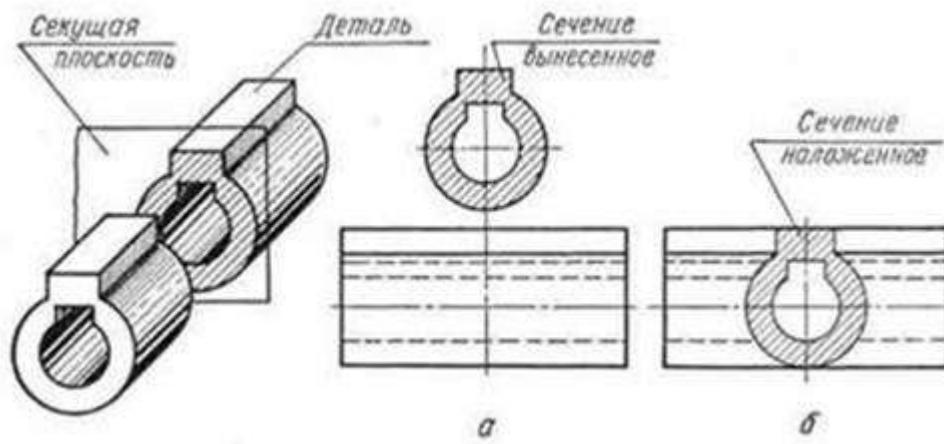

рис.2
1. Вынесенные. Отображаются за пределами контура предмета (рис.2, а).
2. Наложенные. Отображаются в рамках контура детали (рис.2, б).